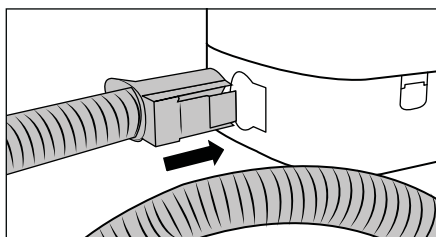

Fig. 2
- ◆ Insira a mangueira de pulverização/aspiração 19 na ligação da mangueira de pulverização/aspiração 17 do aparelho, até que o botão de desbloqueio 21 prenda (ver fig. 2).